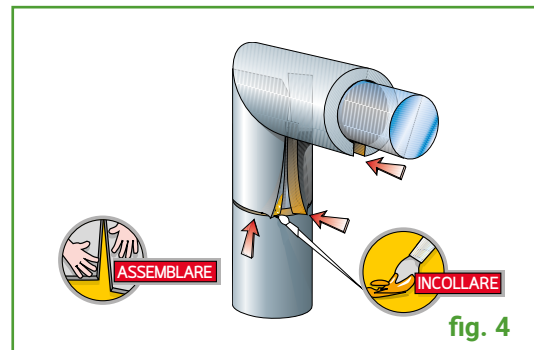

fig. 4
Rivestire il gomito con il pezzo ottenuto, incollare i bordi del taglio premendoli per farli ben aderire e raccordare con altre guaine rettilinee dello stesso diametro (fig 4)
4) Una volta asciugata la colla, congiungere le due sagome piane iniziando l'incollaggio dalle estremità, assicurandosi che anche sul rovescio l'unione risulti perfetta. (fig 4)